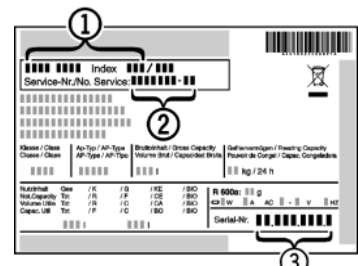

Fig. 60
- ▶ Считать обозначение устройства Fig. 60 (1), сервисный номер Fig. 60 (2) и серийный номер Fig. 60 (3) с заводской таблички. Заводская табличка находится внутри устройства слева.